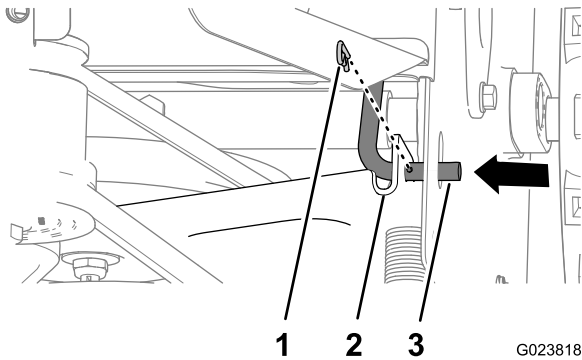

Figura 40
- Retire la chaveta de la varilla de control de tracción (Figura 40).
- Retire la varilla de control de tracción del soporte del control de tracción moviendo la varilla hacia dentro (Figura 40).
5. Mueva el soporte del control de tracción hacia atrás y alinee el taladro del soporte con la varilla de control de tracción (Figura 40).
6. Pase la varilla por el soporte y sujete la varilla con la chaveta (Figura 40).